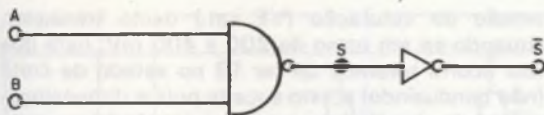
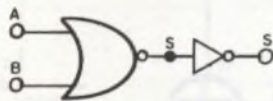

Figura 13
Figura 14
- 4- Na prática, não existem à venda os operadores AND e OR, salvo em alguns casos particulares; caso um determinado projeto requeira um destes dois gates, devemos adquirir o operador correspondente e complementar a sua saída através de um gate inversor; a figura 13 mostra como proceder para conseguir-se um gate AND a partir de um gate NAND comercial, o mesmo procedimento é ilustrado na figura 14 para obter-se uma porta OR a partir de um NOR.